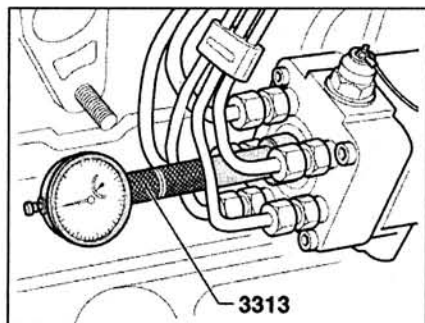

Рис. 1.133. Снимите пробку и вкрутите переходник 3313 со стрелочным индикатором.
7. Снимите пробку и вкрутите переходник 3313 со стрелочным индикатором (диапазон измерений 0-3 мм) с предварительным натягом примерно 2.0 мм (рис. 1.133).